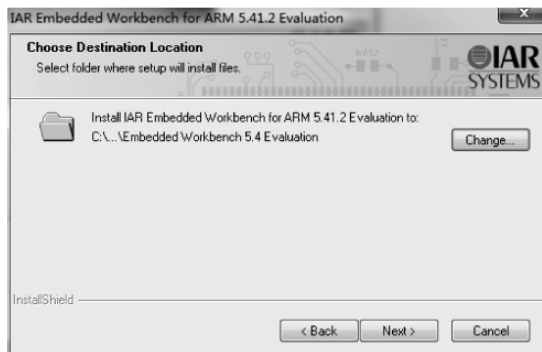

图 3.7 安装到 C 盘默认路径
(6) 选择 IAR 软件安装路径,这里选择默认的 C 盘 Program Files,建议默认安装,如图 3.7 所示。